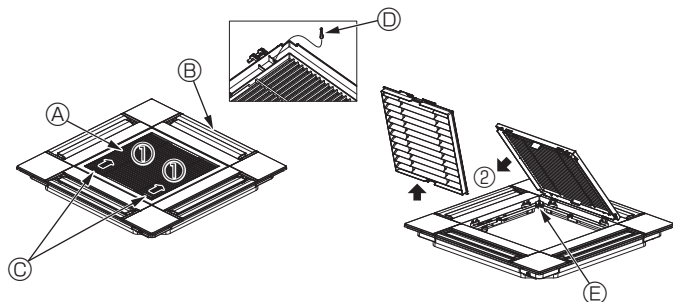

Fig. 10-3
10.2.1. Dépose de la grille d'admission (Fig. 10-3)
- Pour ouvrir la grille d'admission, faites glisser les leviers dans le sens indiqué par la flèche ①.
- Lorsque la grille se trouve en position "ouverte", retirez la charnière de la grille d'admission dans le sens indiqué par la flèche ②.
- (A) Grille d'admission